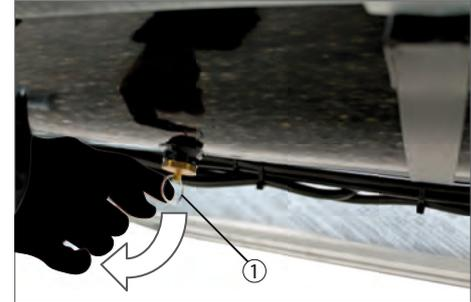

Abb. 27 Druckluftbehälter
- ▶ Am Betätigungsstift (Abb. 27/1) ziehen oder zur Seite drücken. Kondenswasser wird durch den Druck aus dem Behälter gepresst.
- ▶ Betätigungsstift (Abb. 27/1) loslassen, wenn kein Kondenswasser mehr austritt. Entwässerungsventil schließt sich selbsttätig.